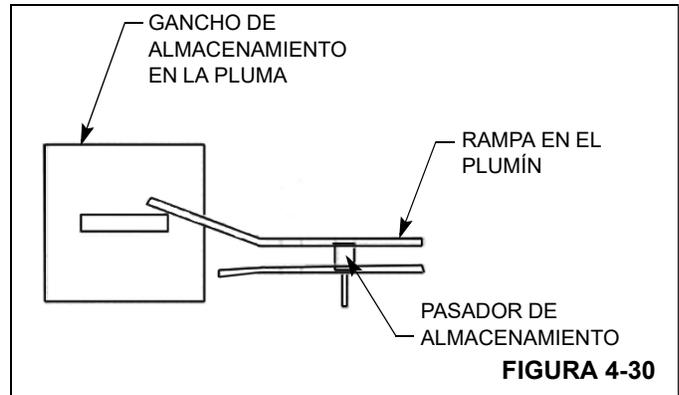

FIGURA 4-30
8. Retraiga la pluma lentamente. Observe la alineación del gancho de almacenamiento y la traba mientras se retrae la pluma, Figura 4-30.